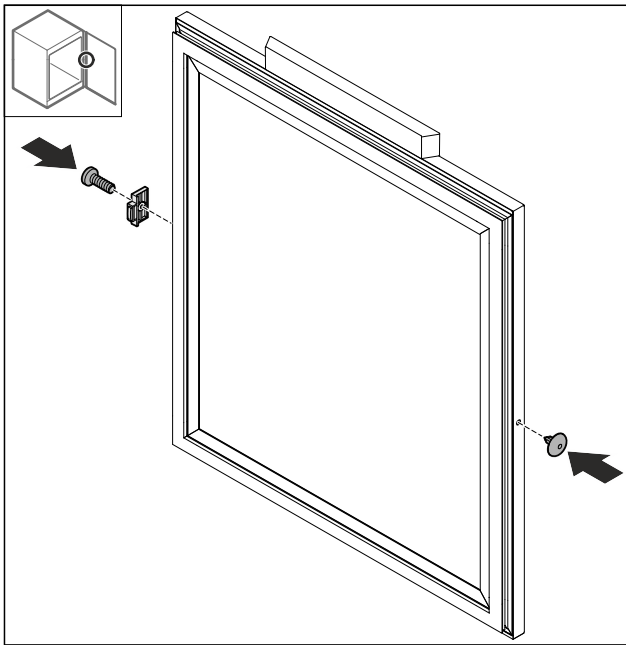

Fig. 48
- Türstopper Fig. 48 (1) um 180° gedreht auf der Gegenseite montieren.
- Abdeckung Fig. 48 (2) auf der Gegenseite einsetzen.